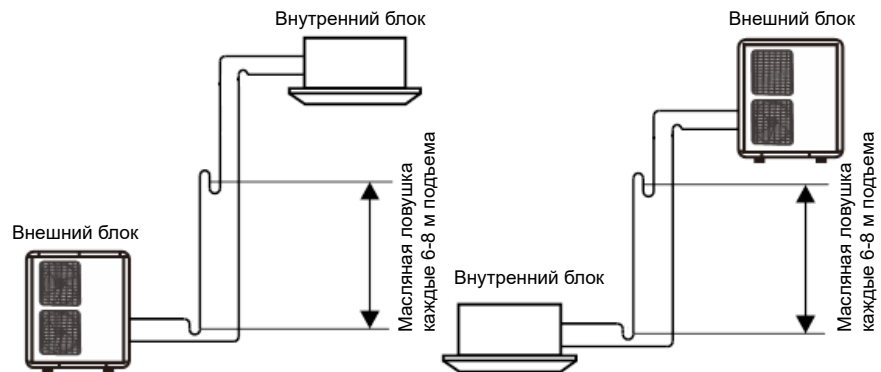

Рисунок 32 - Схема выполнения масляных ловушек
- Если разница высот по вертикали превышает 5 м, масляные ловушки должны быть установлены в нижней части газовой трубы и через каждые 6 м (10 м для моделей производительностью более 36 кВт/ч) подъема. Кроме того, необходимо выполнить петлю на жидкостной трубе при выходе к блоку, расположенному выше (см. рис. 32).